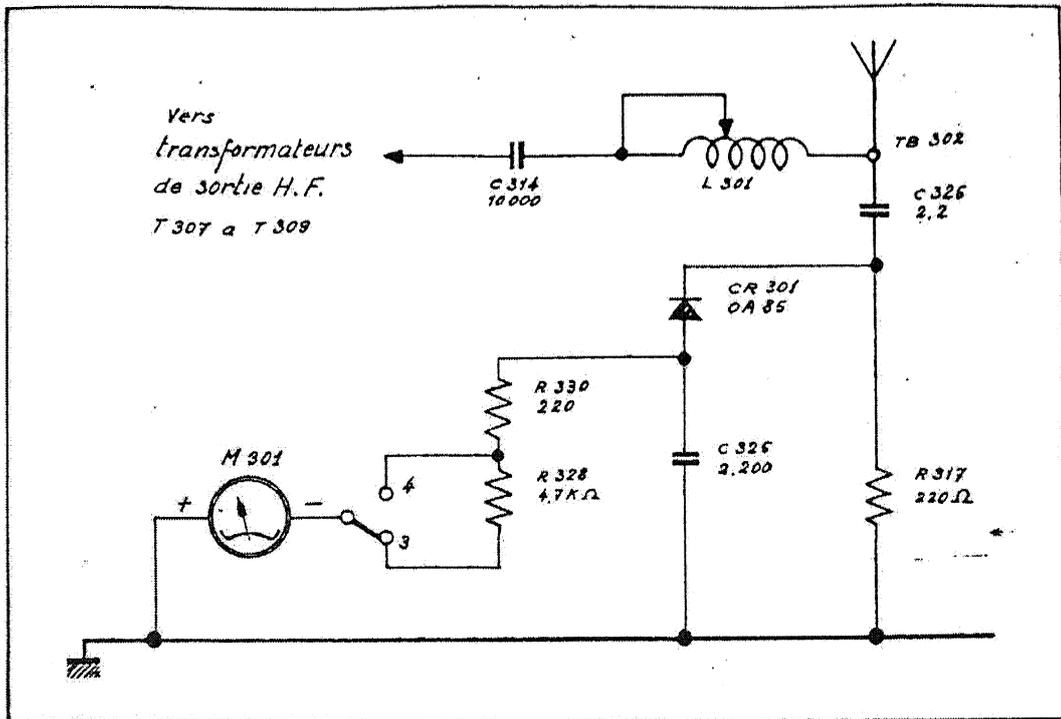

Fig. 12 - Mesure du courant d'antenne.
- Fig. 12 Mesure du courant d'antenne